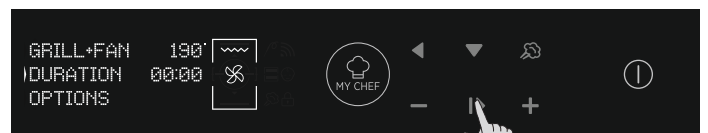

Abbildung 11
- Drücken Sie NACH UNTEREN, um die Garzeit zu ändern. Dies geschieht durch Drücken der PLUS- und MINUS-Tasten während der Pfeil auf dem Display auf dem Menüpunkt DAUER steht. Drücken Sie auf OK, um den Garvorgang zu starten, oder auf BACK, um zu den Temperatureinstellungen zurückzugehen. (Abbildung 11)